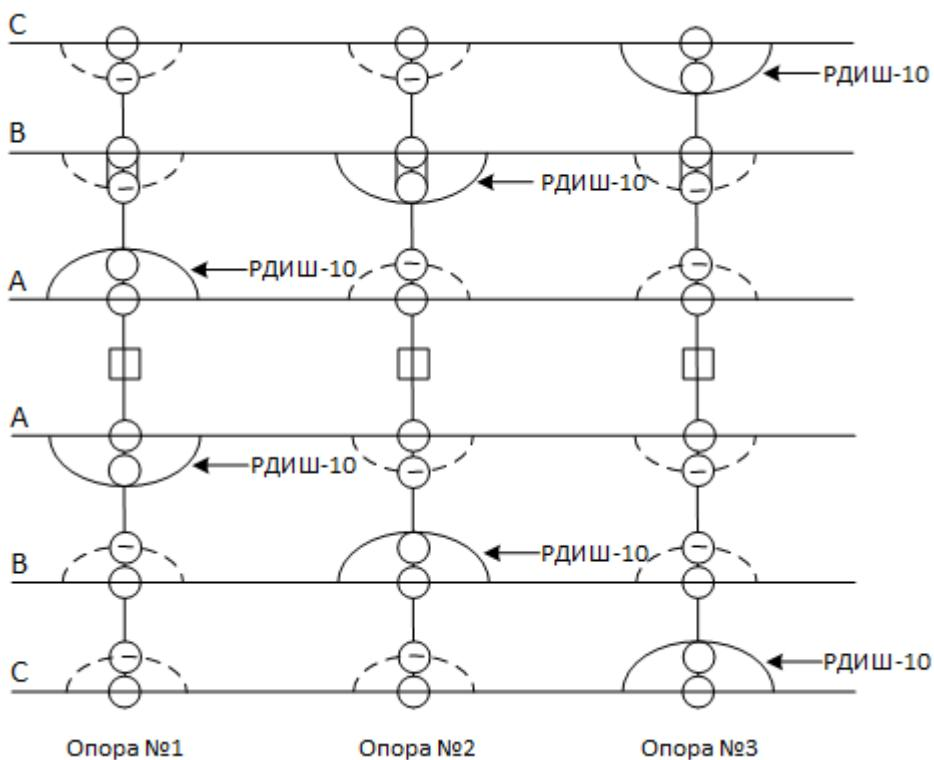

Рисунок 3 - Схема размещения разрядников РДИШ-10 на двухцепной ВЛ
2.2.2 На двухцепных ВЛ разрядники устанавливаются по 2 шт. на каждую опору, на одну пару одноименных фаз, по одному разряднику на каждую цепь, с тем же принципом чередования защищаемых фаз, что и для одноцепных ВЛ (рисунок 3).